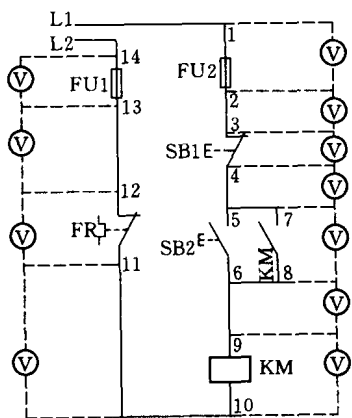

图 0-2 控制电路的分段测量法检查断路故障
1) 控制电路的分段测量法。控制电路的分段测量法如图 0-2 所示。